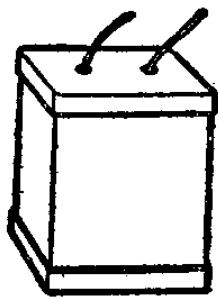

图 4-19
4. 儲电器：又名电容器，如图 4-19。它是用来改善功率因数的，用了可以省电。但一般用戶不用，因为装一个儲电器要花一定数量的錢。一百盞灯以上的用戶，一般都合用一个儲电器。